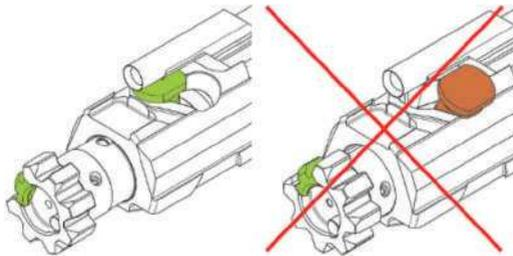

Рис. 25. Положення деталей затворної рами під час збирання з рамою верхньою
3. Приєднати затворну раму із затвором у зборі до верхньої рами ствольної коробки, для чого взяти верхню раму ствольної коробки в одну руку, а другою рукою вставити в пази рами руків'я перезаряджання, просунувши його вперед на половину ходу. Далі ввести затворну раму із затвором у зборі до рами верхньої ствольної коробки так, щоб газоприймач затворної рами увійшов до поздовжнього паза руків'я перезаряджання. Дослати затворну раму із затвором у зборі в крайнє переднє положення, поки затвор не закриється, а руків'я перезаряджання не зачепиться гачком за спеціальний паз. Під час встановлення затворної рами затвор має бути розташований у крайньому передньому положенні, інакше палець затвора заважатиме збиранню (рис. 25).